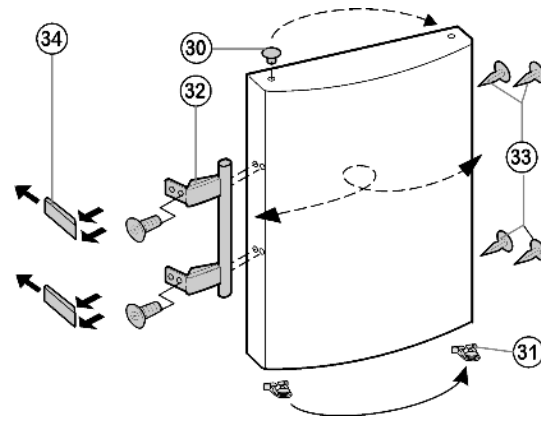

Fig. 8
- ▶ Faire décliqueter le crapaud élastique Fig. 8 (31) hors de la porte supérieure et le placer du nouveau côté de la charnière.
- ▶ Enlever les bouchons Fig. 8 (30) des coussinets de la porte et les mettre de l'autre côté.
- ▶ Démontez les poignées de porte Fig. 8 (32), le bouchon Fig. 8 (33) et les plaques d'appui Fig. 8 (34) puis les repositionner sur le côté opposé.